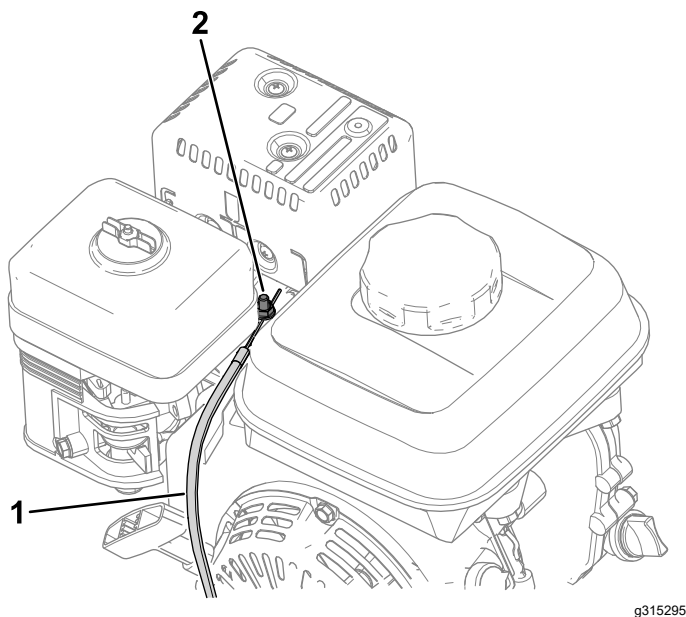

Figure 41
4. Desserrez la vis de serrage du conduit du câble (Figure 41).